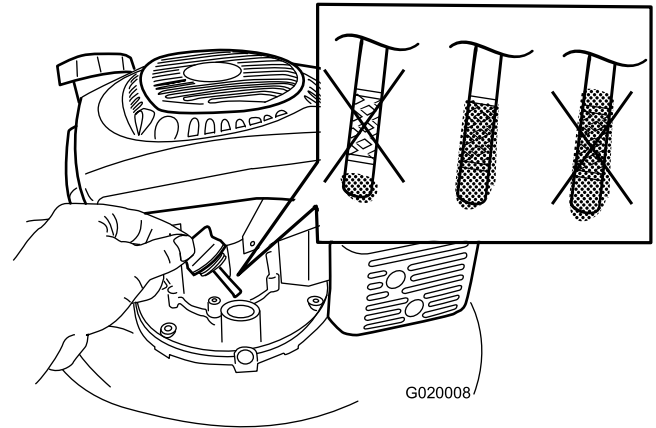

Figure 9
1. Retirez la jauge, essuyez-la sur un chiffon propre puis remettez-la dans le goulot de remplissage, **sans la visser** (Figure 9).
2. Sortez de nouveau la jauge et contrôlez le niveau d'huile (Figure 9). Si le niveau n'atteint pas le repère minimum (Add) sur la jauge, versez **lentement** une quantité d'huile suffisante dans le goulot de remplissage pour faire monter le niveau jusqu'au repère maximum (Full). **Ne remplissez pas excessivement.** (Remplissage max. : 0,65 l (22 oz), type : huile détergente SAE 30 de classe de service API SJ, SL ou supérieure.)